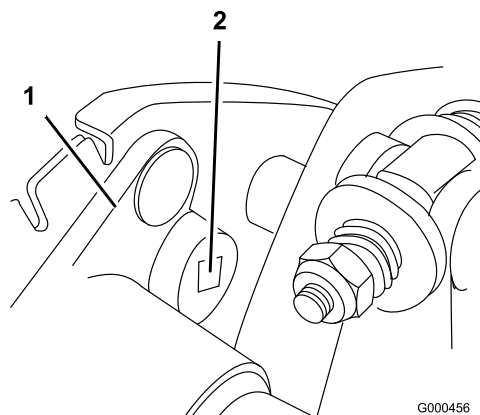

Figura 40
- B. Con una chiave torsionometrica da 3/8 poll. girate la sede del cuscinetto ad una coppia di 4–4,5 Nm per impostare la tensione della cinghia (Figura 40)